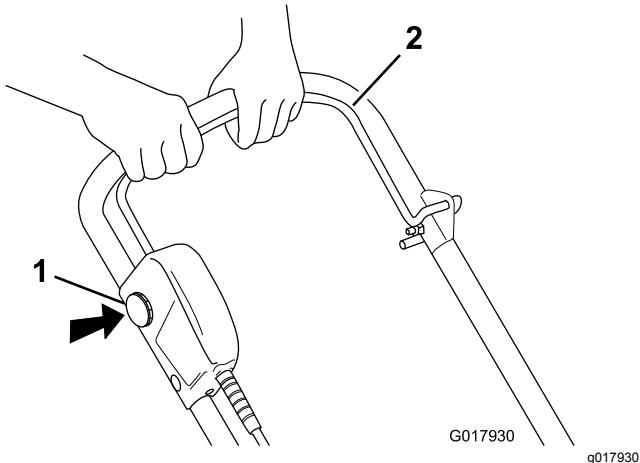

Рисунок 10
- Чтобы запустить двигатель, вставьте ключ блокировки, нажмите и держите кнопку блокировки и прижмите планку управления питанием к рукоятке (Рисунок 10).